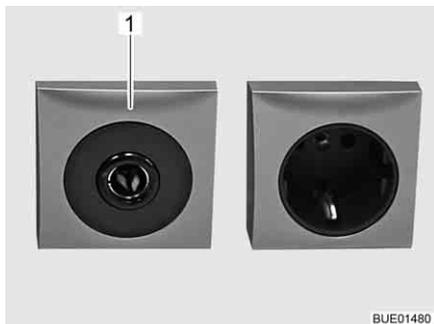

Fig. 115 Prise de courant 12 V/10 A
- ▷ Ne brancher aux prises de courant (Fig. 115,1) du réseau de bord 12 V que des appareils de maximum 10 A.